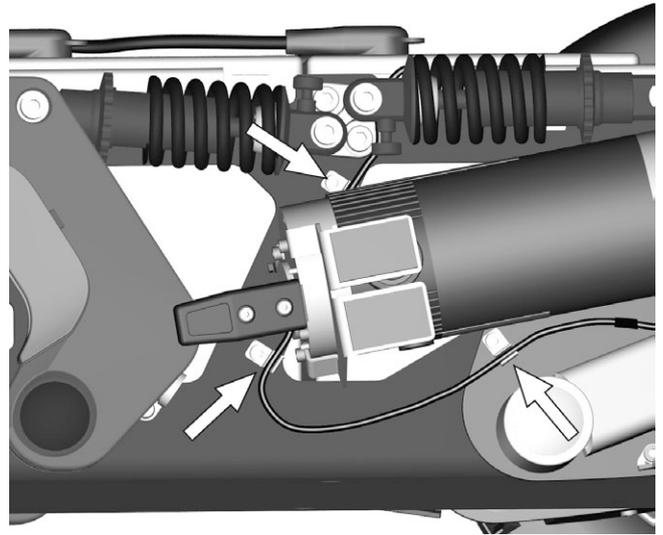

Abbildung 124. Das Kabel wird mit drei Kabelhaltern an der linken Fahrgestellseite montiert.
6. Kabel von ihren Kabelhaltern an der linken und rechten Fahrgestellseite abmontieren. Siehe Abbildung. 124.